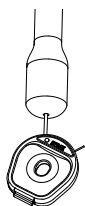
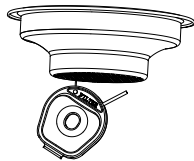

Рис. 9: Чистите паровую трубку (6) более толстой шпилькой.
Рис. 10: §Чистите фильтры (13, 14) более тонкой шпилькой.
Шпилька для чистки (17) используется для чистки паровой трубки и фильтров. Более толстая шпилька предназначена для чистки паровой трубки (рис. 9), а более тонкая — для чистки фильтров (рис. 10).